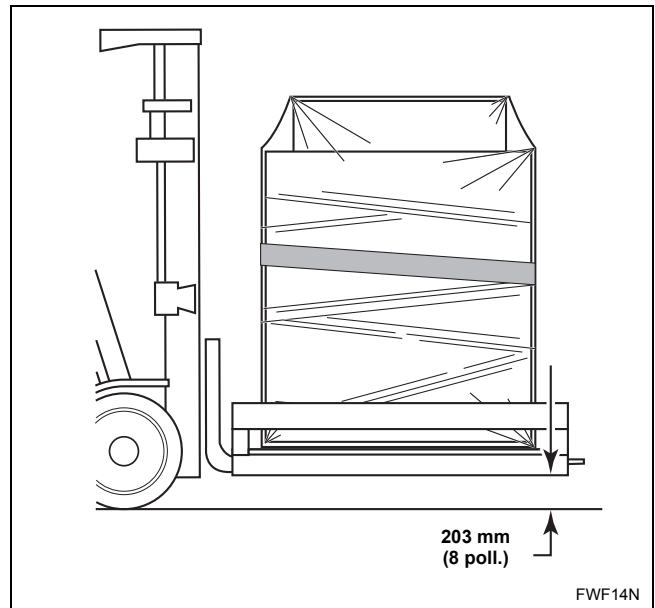

Figura 4
3. Utilizzare il sollevatore per sollevare con cautela la finitrice imballata. Consultare la *Figura 4*.